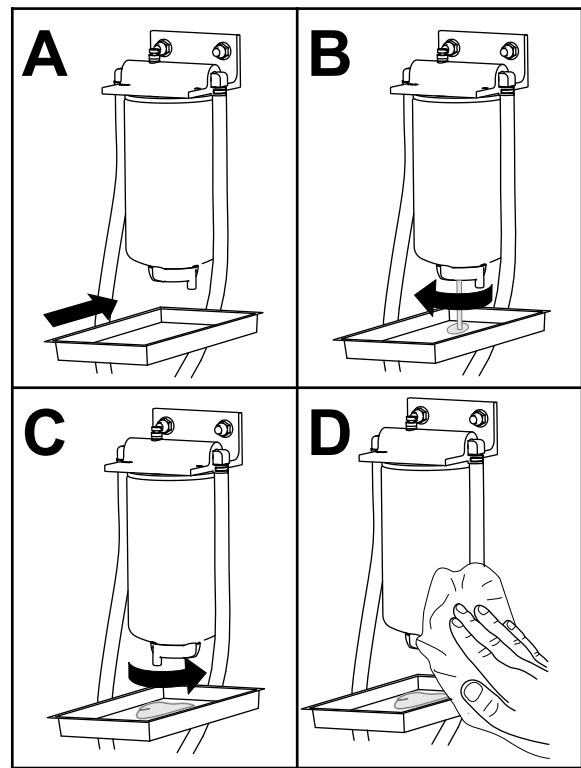

Bild 119
1. Lassen Sie das Wasser aus dem Kraftstofffilter bzw. Wasserabscheider ab, wie in Bild 119 dargestellt.